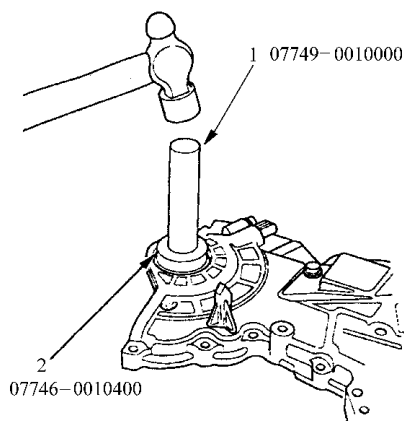

图 2-83 安装油封
1) 借助专用工具，如图 2-83 所示，将一条新油封，以规定的安装高度，笔直地打入正时链壳体。